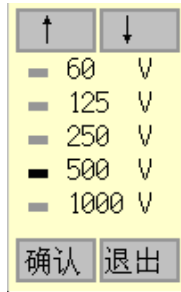

图 3.7 发射电压选择
10. 发射电压：发射探头的激励电压，按确认键弹出图 3.7 所示的发射电压选择界面，一共有 5 档，分别为 65V、125V、250V、